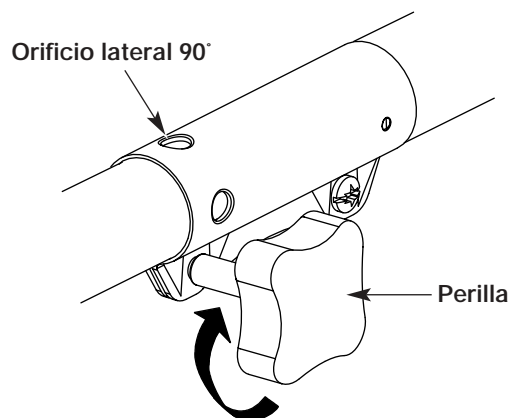

Fig. 26
3. Gire la perilla en sentido horario para ajustarla (Fig. 26).
Para recortar bordes mientras usa el accesorio de corte de cabeza de línea con modelos EZ-Link™, trabe el botón de desconexión en el **orificio lateral de 90°** (Fig. 26).